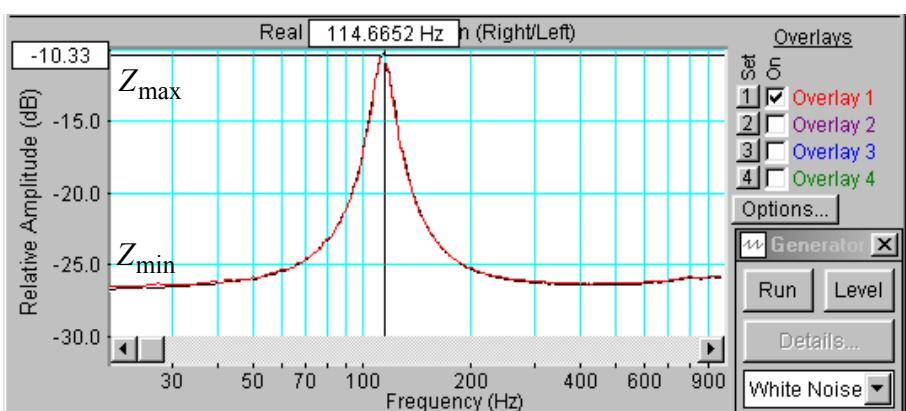

Рис.6.11. Частотная характеристика импеданса головки громкоговорителя верхней.
- Измерьте (в децибелах) на графике ИЧХ (рис.6.11) : пиковое значение уровня напряжения на зажимах головки громкоговорителя  $L_{\max}, dB$  и на частоте 20 Гц – минимальное значение уровня напряжения  $L_{\min}, dB$ .